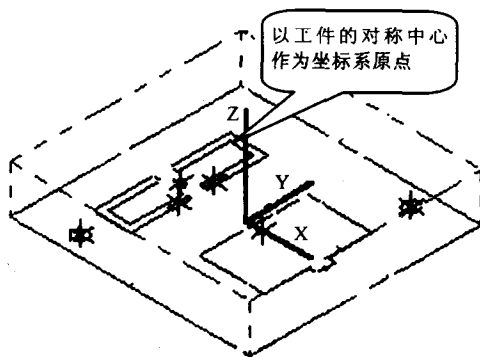

图 1-4 以对称中心定义工件坐标系
- 以加工毛坯工件的对称中心作为工件坐标系，如图 1-4 所示。